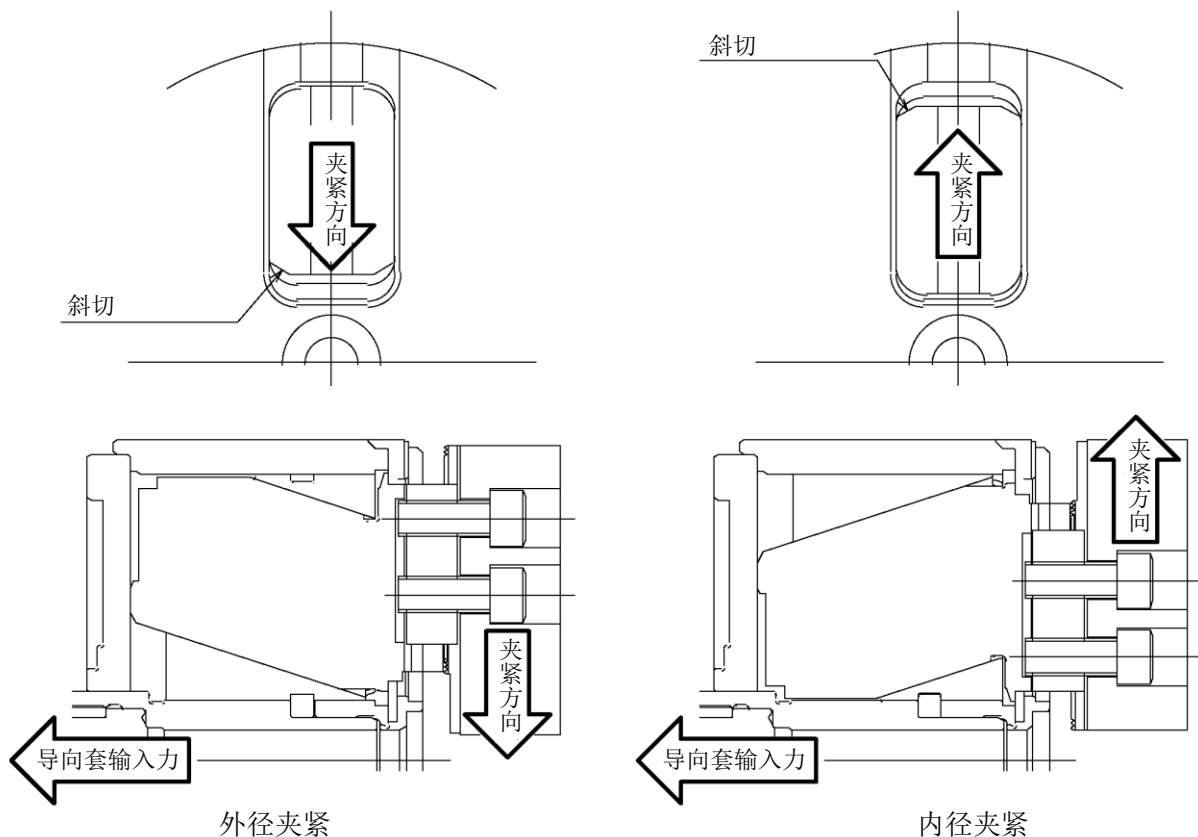

图 22
- 采用 DL 卡盘夹紧工件时作用于导向套的输入力不可在推侧使用。无论是外径夹紧还是内径夹紧，均需在拉侧使用。由于外径夹紧与内径夹紧的主爪方向相反，需进行切换作业。（图 22）该作业可在卡盘安装于主轴的状态下进行。